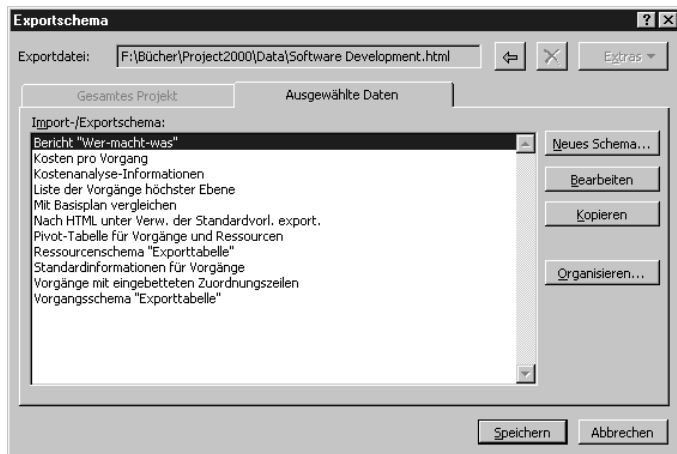

Abbildung 19.4:
2. Klicken Sie auf **SPEICHERN**. Project zeigt dann das Dialogfeld **EXPORTSCHEMA** an (siehe Abbildung 19.4). In diesem Dialogfeld können Sie das »Schema« auswählen, auf dem Ihr HTML-Dokument basieren soll. Ein Schema besteht hauptsächlich aus Anweisungen, die Project die Art der Daten angeben, die Sie in Ihrem Webdokument speichern möchten. Sie können als Exportdaten zum Beispiel alle Vorgänge auswählen, die Gefahr laufen, verspätet beendet zu werden. Oder Sie entscheiden sich für alle Ressourcen, die zur Zeit über dem Kostenrahmen liegen. Project liefert zwölf vordefinierte Schemadateien, die Sie für das Erstellen eines HTML-Dokuments verwenden können. Sie können aber auch selbst ein Schema erstellen.